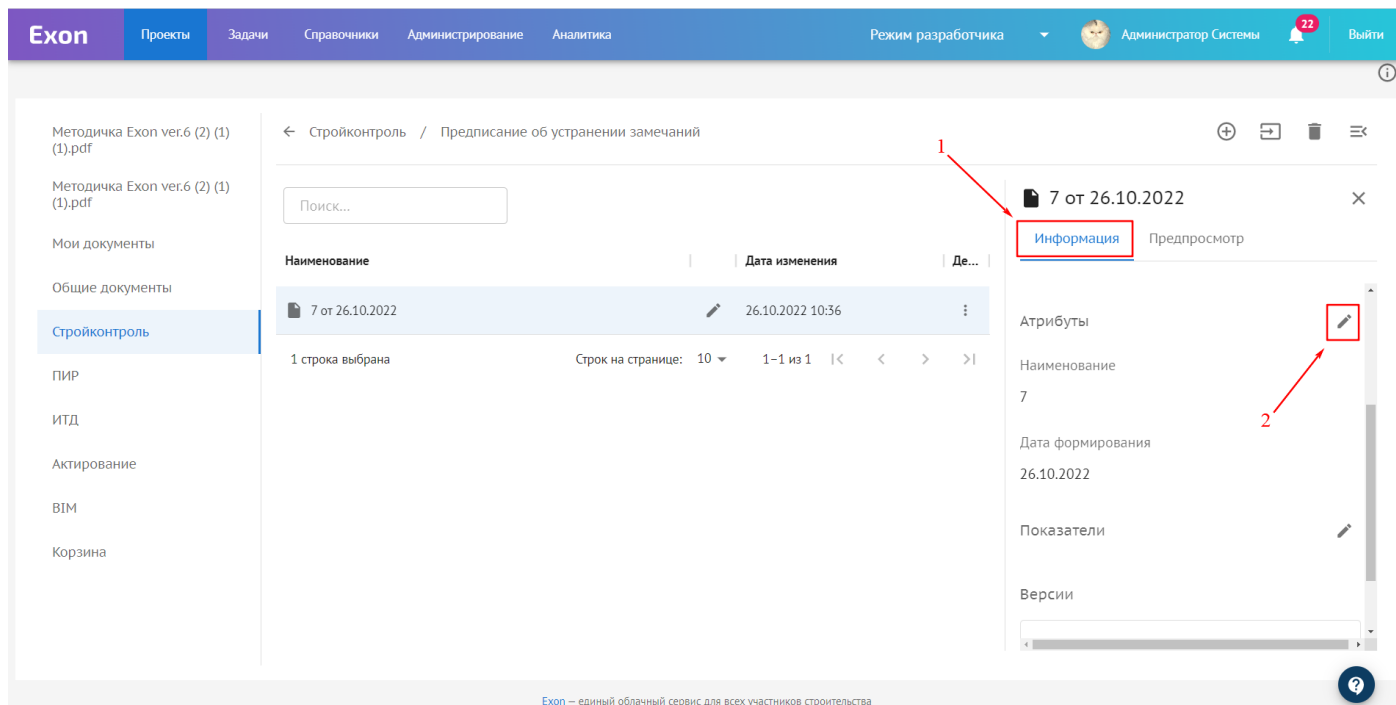

Рис. 47 – Вкладка «Информация»
Во вкладке «Информация» отображены все атрибуты документа/папки и его версии (отображаются только у документов) (1). Для того, чтобы отредактировать редактируемы атрибуты, необходимо (рис.47):
1. Нажать на карандаш (2);